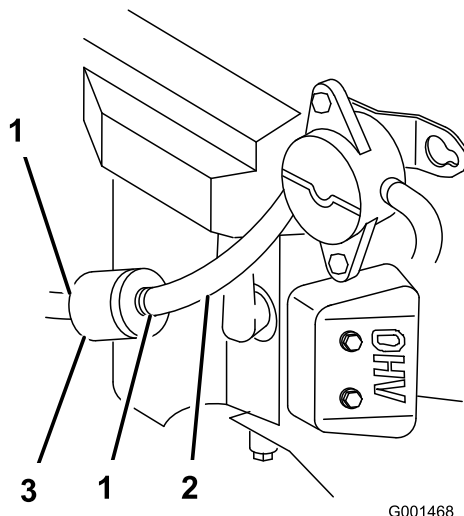

Figure 38
4. Pincez les extrémités des colliers et éloignez les colliers du filtre (Figure 38).